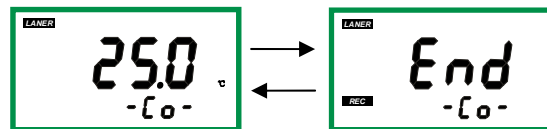

图 7-19
2、按 键或 键将数值调至控制所需的数值，然后按 OK 键确认，仪表显示温度补偿调节结束。显示如图 7-19 所示：